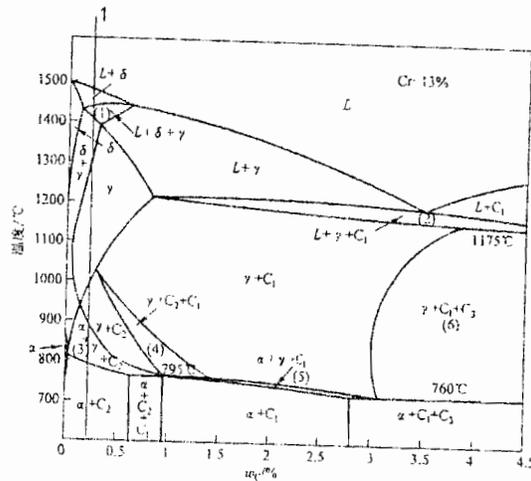

图 2
9. 对如图 2 所示 Fe-Cr-C 三元相图的变温截面, 写出图中合金 1 (Fe-13Cr-0.2% C) 的平衡结晶过程, 比较其室温组织与 Fe-0.2% C 室温组织的区别。